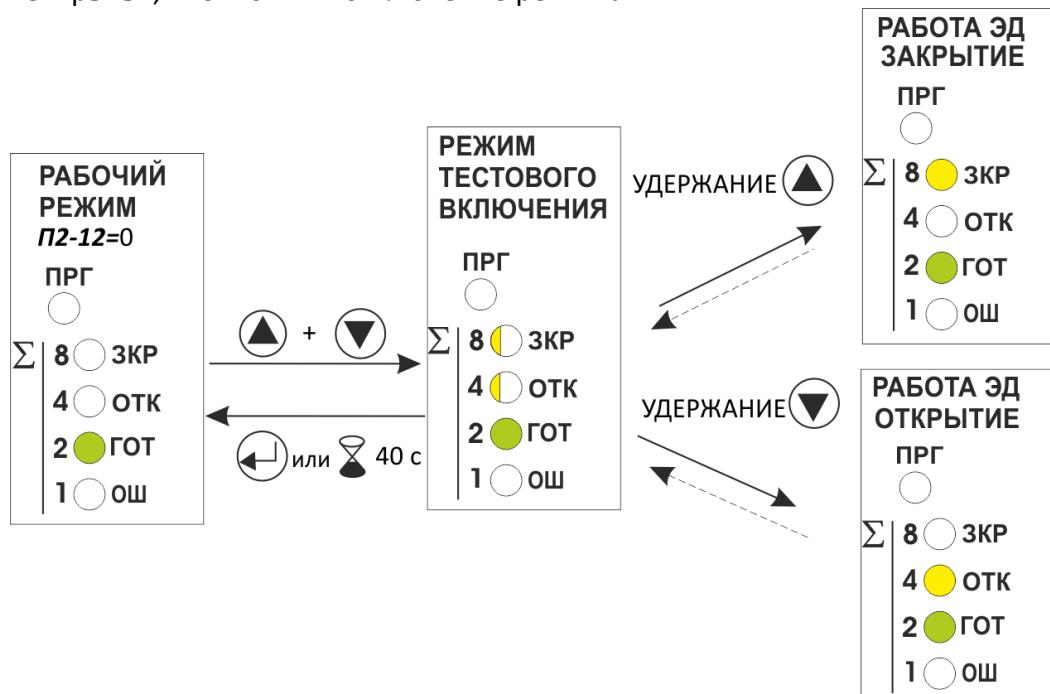

Рисунок 11 - Схема работы режима тестового включения (уставка **П2-12=0**)
1.12.2 Режим тестового включения доступен для включения при значении уставки **П2-12=0** ( заводская настройка) и может быть включен по одновременному нажатию кнопок и (рис. 11). После этого нажатием или осуществляется включение электродвигателя в направлении «Закрыть» или «Открыть», кнопкой отключение режима.